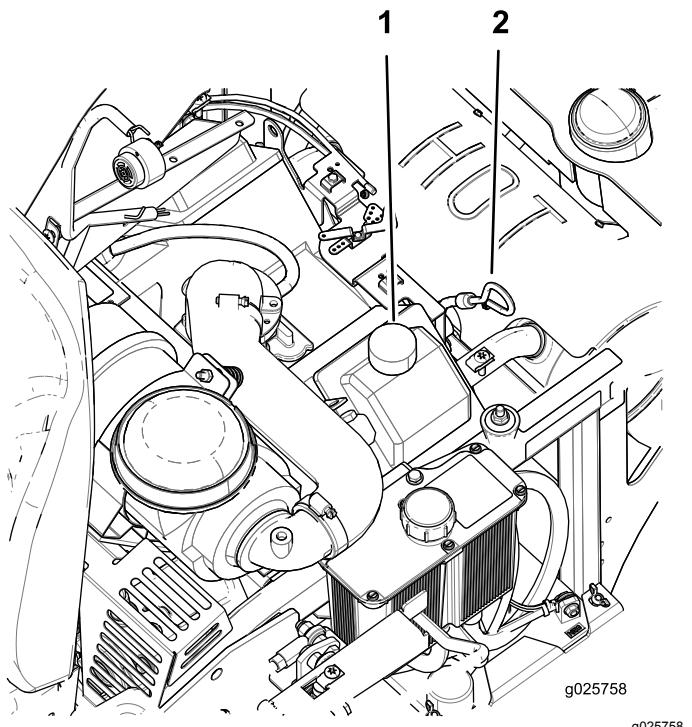

Figura 36
4. Para que no entre suciedad, recortes de hierba, etc., en el motor, limpie la zona alrededor del tapón de llenado/varilla de aceite antes de retirarlo (Figura 36).
8. Si el nivel de aceite es bajo, límpie la zona alrededor del tapón de llenado, retire el tapón y añada aceite hasta que llegue a la marca **Lleno (Full)** de la varilla (Figura 36).
4. Vierta lentamente un 80% aproximadamente del aceite especificado por el tubo de llenado, luego añada lentamente el resto del aceite hasta que llegue a la marca **Lleno (Full)** de la varilla (Figura 36).
5. Arranque el motor y conduzca hasta una zona llana. Compruebe el nivel de aceite otra vez (Figura 36).